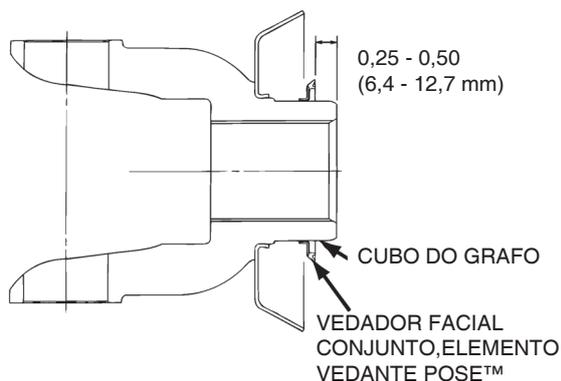

Figura 5.99
3. Instale o vedador POSE™ no cubo do garfo ou flange manualmente. Os lábios do vedador devem estar voltados em direção à extremidade do cubo, do lado oposto ao encosto do defletor. Deslize o vedador POSE™ no cubo até os lábios estarem 6.4-12.7 mm (0.25-0,50") da extremidade do cubo. Não instale o vedador POSE™ contra o encosto do defletor. Figura 5.99.